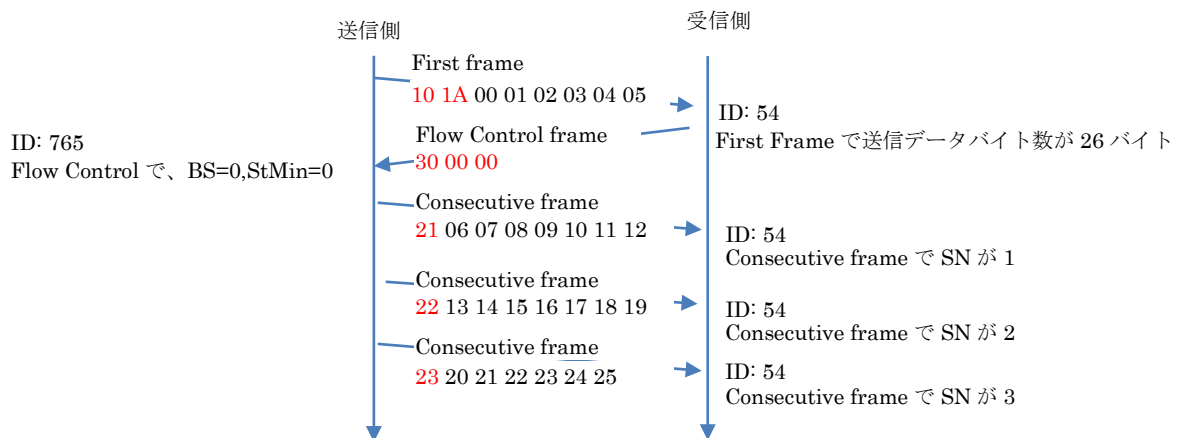
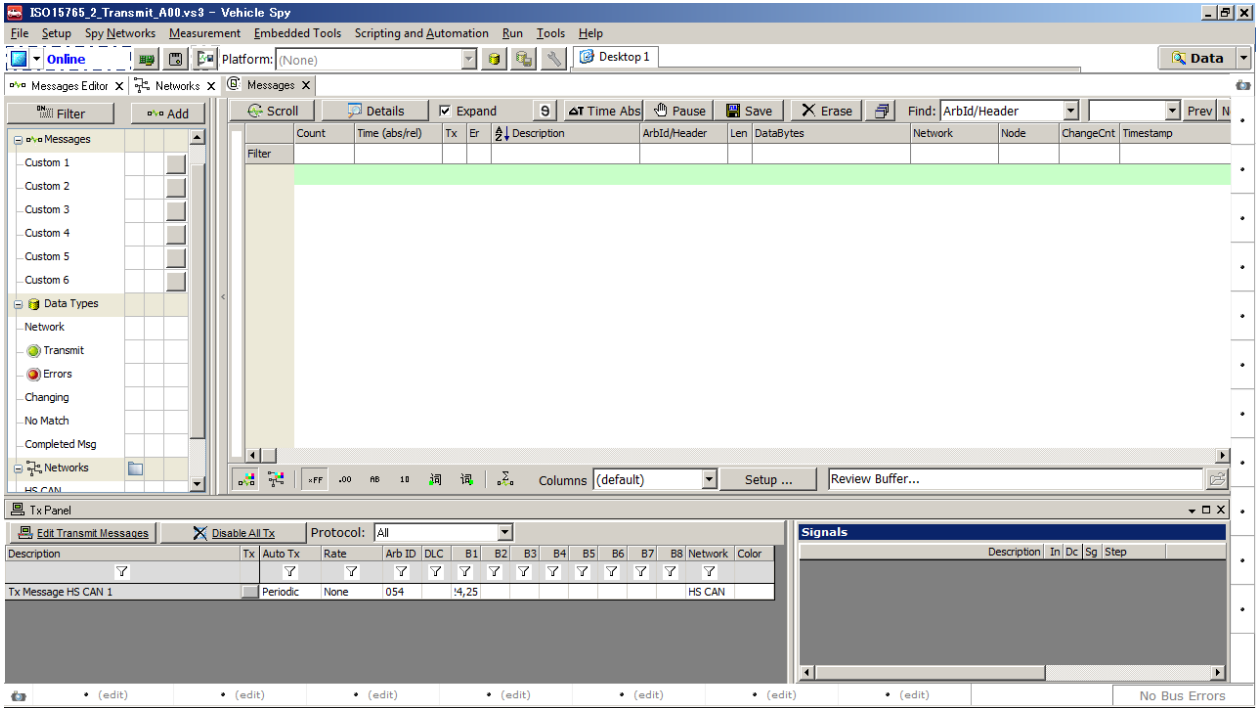

図 2.2.1.1
図 3.2.6
10. ここで、neoVI FIRE①からメッセージを送信してみます。送信メッセージ画面（図 3.2.6 参照）の Tx Panel から 1 メッセージを送信します。時系列に表示させるために Scroll ボタンを ON にしておきます。 DataBytes 部を見ると、設定したデータが送信されていることがわかります。 図 2.2.1.1 のデータフロー通りの内容となっています。